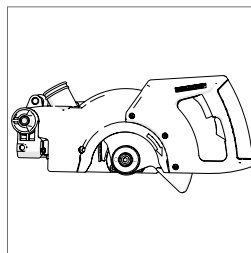

Fig. 1c
- El cabezal de corte en posición de bloqueo inferior. **(Fig. 1c)**